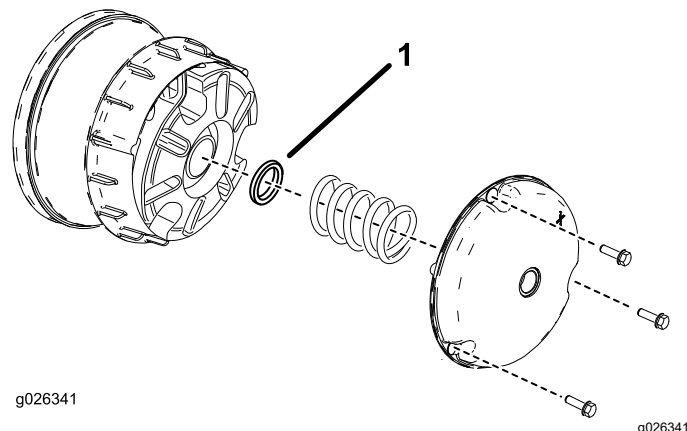

図 64
- 図 64 に示すように、一次クラッチカバーを固定しているボルトを外す。